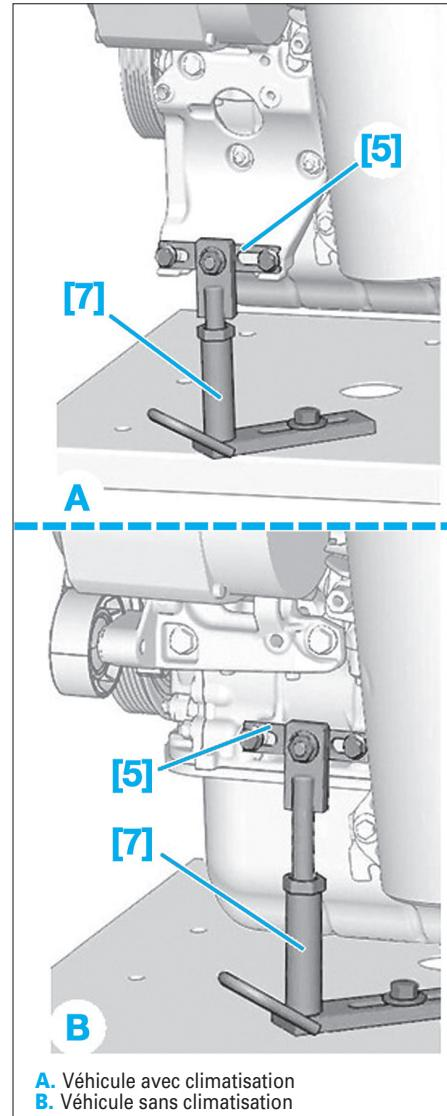

Fig. 67
- Selon option, Fixer le support intermédiaire [5] comme illustré (Fig.67).